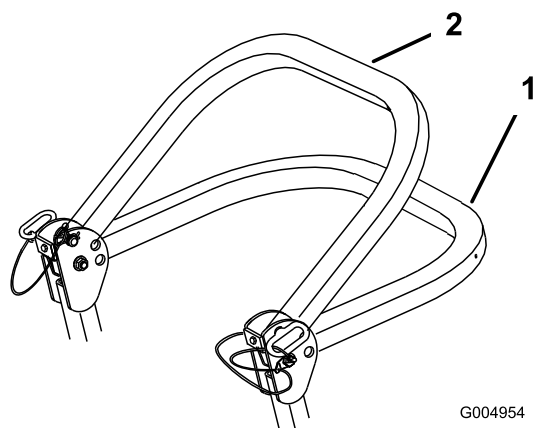

Figura 10
2. Abbassate il roll bar (Figura 10).
Nota: Sono presenti 2 posizioni abbassate; fate riferimento a Figura 10.